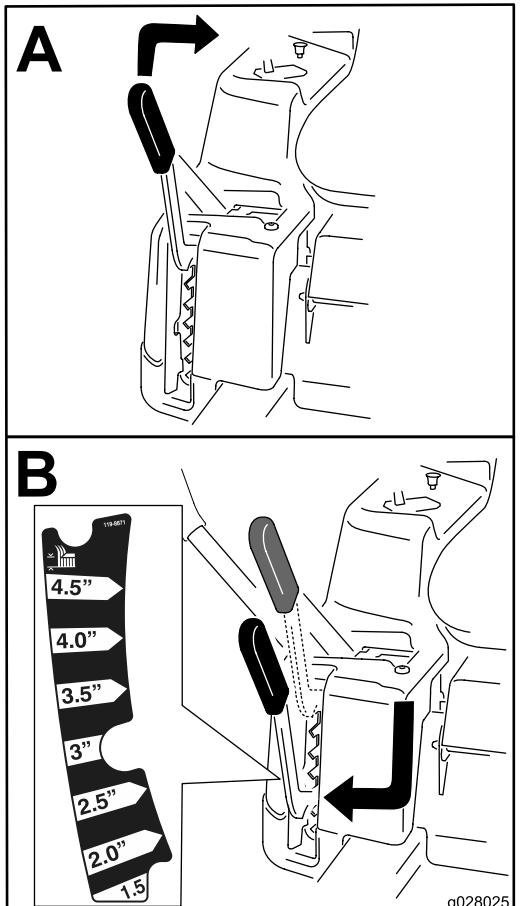

Figura 14
**Nota:** La posición de transporte es la posición de altura de corte más alta, 115 mm (4½"), según se muestra en Figura 14.